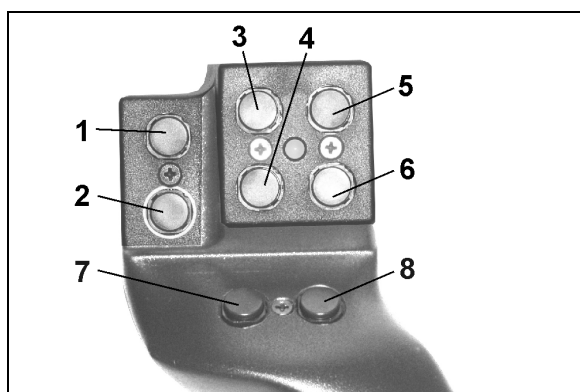
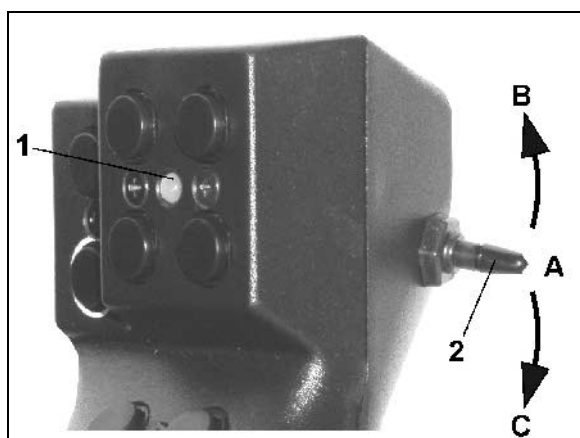

Fig. 91
Fig. 92
För att manövrera sprutan har multifunktionsspaken (Fig. 91) 8 knappar (1 - 8). Genom att påverka strömställaren (Fig. 92/2) kan antalet manöverfunktioner tredubblas.
-  Mittläge (Fig. 92/A) och kan tryckas
-  uppåt (Fig. 92/B) eller
-  nedåt (Fig. 92/C).
Strömställarens position indikeras med lysdioder (Fig. 92/1).